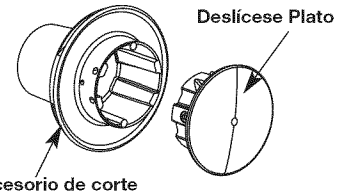

Fig. 26
- Reinstale la placa guía de la línea (Fig. 26) La placa guía es un elemento con espiga y ajusta de una sola forma. Si no entra en el cabezal de corte fácilmente, NO lo fuerce. Gire la placa hasta que se encaje fácilmente en el cabezal de corte.